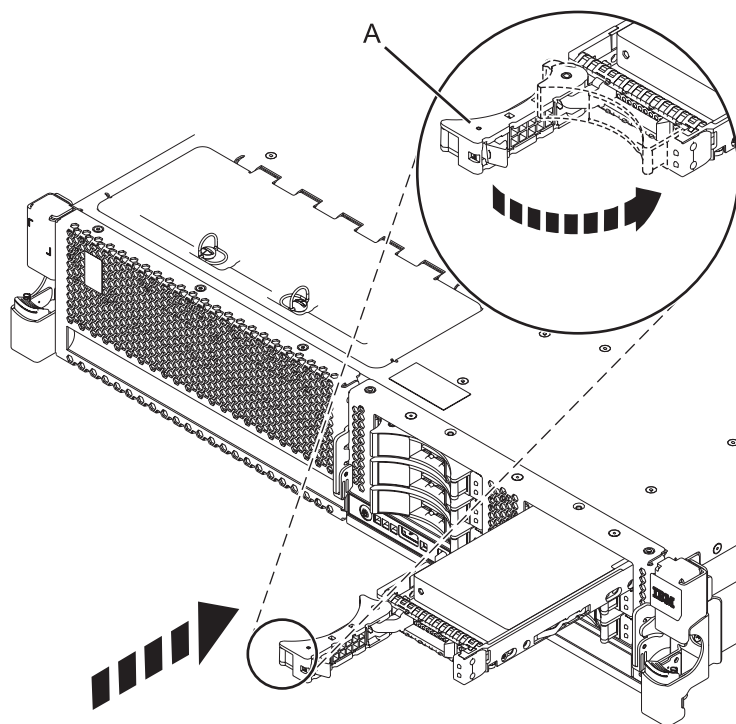

Figure 1. Installation de l'unité de disque dans l'unité centrale
6. Lorsque le voyant d'identification s'allume et reste fixe, faites glisser complètement l'unité dans l'unité centrale ou l'unité d'extension, et poussez complètement la poignée (A) de l'unité jusqu'à ce qu'elle se verrouille. Pour plus d'informations, voir figure 1.